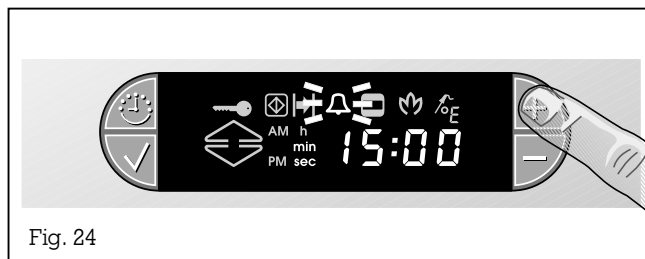

Fig. 24
- Premete il tasto **+** sul display. Il simbolo  $\Delta$  (Timer) lampeggia (Fig. 24).